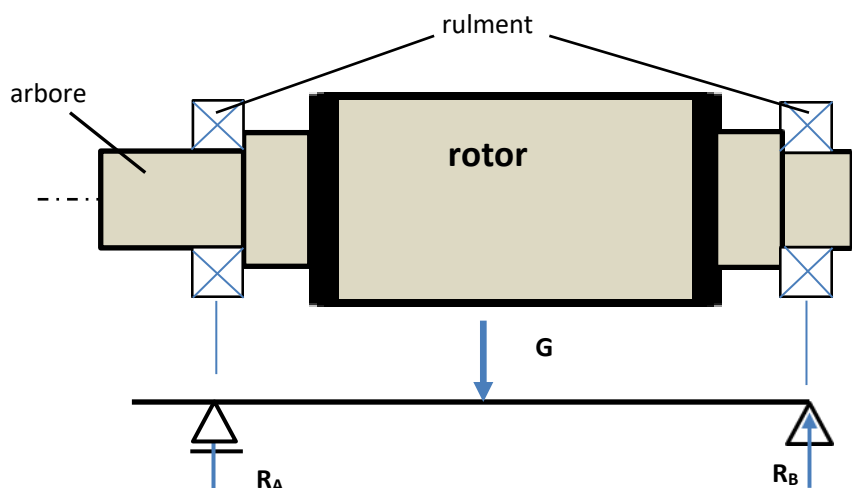

Fig.1
- În fig.1 este ilustrată situația rotorului motorului de c.c pe doi rulmenți radiali. Este prezentată și echivalarea ansamblului cu o bară încărcată de greutatea rotorului G . Peste această forță se suprapune și forța de atracție magnetică dintre stator și rotor (aceiași orientare cu greutatea). Pe principiul clasic (rezistența materialelor) se pot calcula reacțiunile.